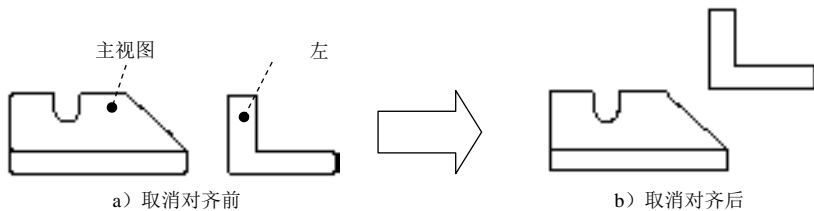

图 3.8.63 取消对齐视图
2. 取消投影视图与其父项视图的对齐关系的效果如图 3.8.63 所示, 创建操作步骤如下。